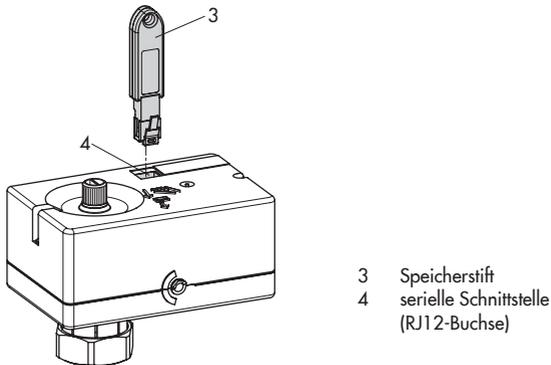

Bild 12: Verbindung Antrieb – Speicherstift
Der Speicherstift wird nach Bild 12 an den Antrieb angeschlossen. Die Vorgehensweise zum Übertragen von Daten ist in der TROVIS-VIEW-Einbau- und Bedienungsanleitung ► EB 6661 beschrieben.
1. Speicherstift mit der seriellen Schnittstelle des Antriebs verbinden (vgl. Bild 12). Die **gelbe LED** am Antrieb signalisiert, dass das Datenlogging vorbereitet wird:
5. Speicherstift vom PC trennen und mit serieller Schnittstelle des Antriebs verbinden (vgl. Bild 12, Seite 50).